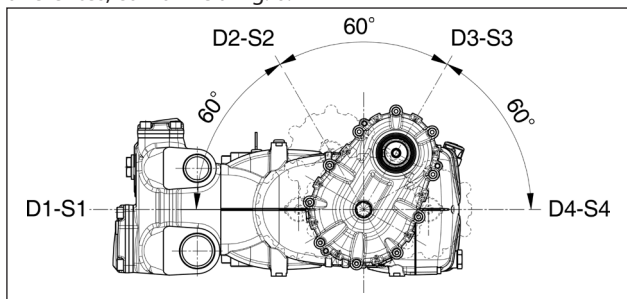

Fig. 6
~ 4,8 litros para as versões com o redutor na pos. ① e ④ (Fig. 6)
É, então, possível posicionar o redutor em quatro posições diferentes, conforme a Fig. 6.